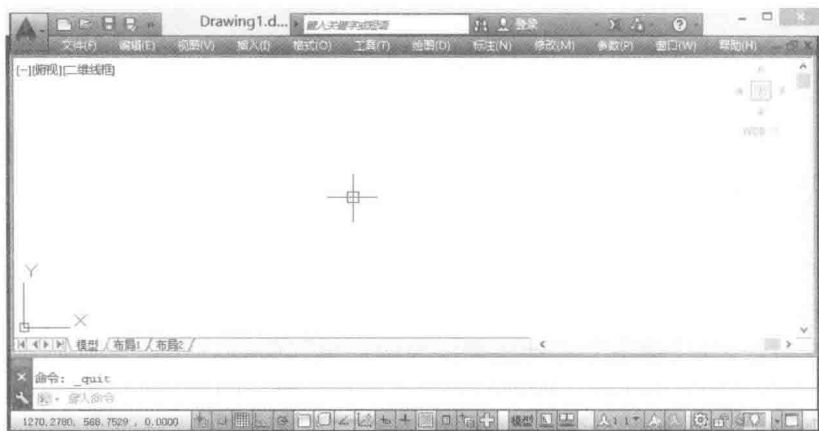

图 1-10 全屏显示
(12) “全屏显示”按钮：该选项可以清除 Windows 窗口中的标题栏、工具栏和选项板等界面元素，使 AutoCAD 的绘图窗口全屏显示，如图 1-10 所示。再次单击该按钮，系统退出全屏。